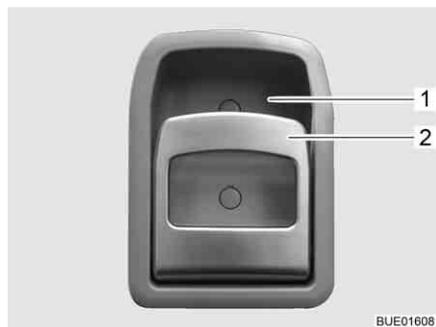

Fig. 63 Serratura della porta di ingresso, lato interno
- Apertura:* ■ Tirare la maniglia (Fig. 63,2). La serratura della porta si sblocca o apre.
- Bloccaggio:* ■ Premere la maniglia (Fig. 63,2) in alto verso l'impugnatura (Fig. 63,1). La serratura della porta si blocca.